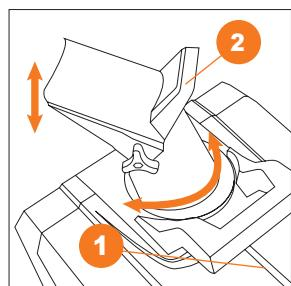

Рис. 16
Вы можете изменять направление и дальность выброса снега, с помощью ручки изменения направления ① и дефлектора ② (Рис.16).